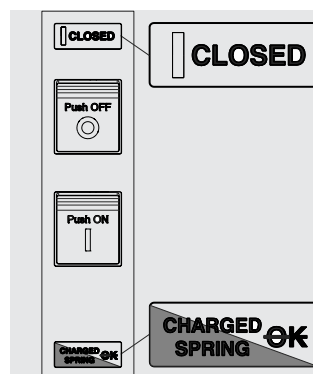

Abbildung 84
4. Leistungsschalter ein mit gespannten Federn und nicht einschaldbereit (siehe Abbildung 84). Dieser Zustand kommt vor, wenn nach der Einschaltung (siehe Schritt 4 - Manuelles Ausschalten/Einschalten des Leistungsschalters) die Federn von Hand oder automatisch durch den Getriebemotor (sofern vorgesehen) nachgespannt werden.